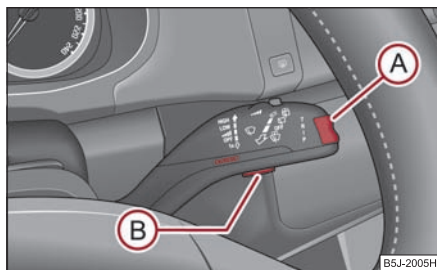

Fig. 22 Indicatorul multi-funcțional: Elementele de comandă
Comutarea între cele două memorii se face de la tasta **(B)** ⇒ pagina 24, fig. 22.
Tasta basculantă (A) și tasta (B) se găsesc în maneta de acționare a ștergătoarelor de parbriz ⇒ fig. 22.
Dacă vreți să determinați consumul mediu de carburant într-un anumit interval de timp, trebuie să ștergeți memoria cu ajutorul tastei **(B)** ⇒ pagina 24, fig. 22. După ștergere, în primii 300 metri, pe display se vor afișa linii.
Pe ecran apare durata de deplasare de la ultima ștergere a memoriei ⇒ pagina 23. Dacă doriți să determinați durata de deplasare de la un anumit moment, ștergeți memoria apăsând tasta **(B)** ⇒ pagina 24, fig. 22.
Pe display apare distanța parcursă de la ultima ștergere a memoriei ⇒ pagina 23. Dacă doriți să determinați kilometri parcurși de la un moment dat, ștergeți memoria în momentul în care doriți să înceapă calcularea; ștergerea memoriei se face de la tasta **(B)** ⇒ pagina 24, fig. 22.
⇒ pagina 23. Dacă doriți să determinați viteza medie într-un anumit interval de timp, trebuie să ștergeți memoria cu ajutorul tastei **B** ⇒ pagina 24, fig. 22.